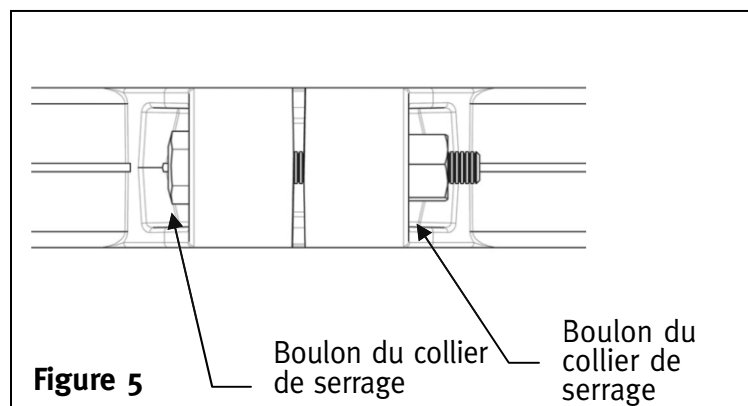

Figure 5
5. À l'aide de clés ou de douilles à six pans de 19 mm (3/4 po), desserrer et retirer le boulon et l'écrou du collier de serrage. (Voir la figure 5.)